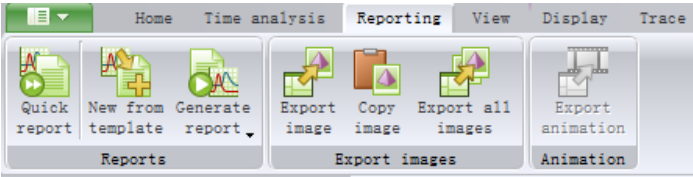

图 3-35 “Reporting” 菜单中的按钮
3) “Reporting” 菜单中的按钮如图 3-35 所示，具体说明见表 3-17。